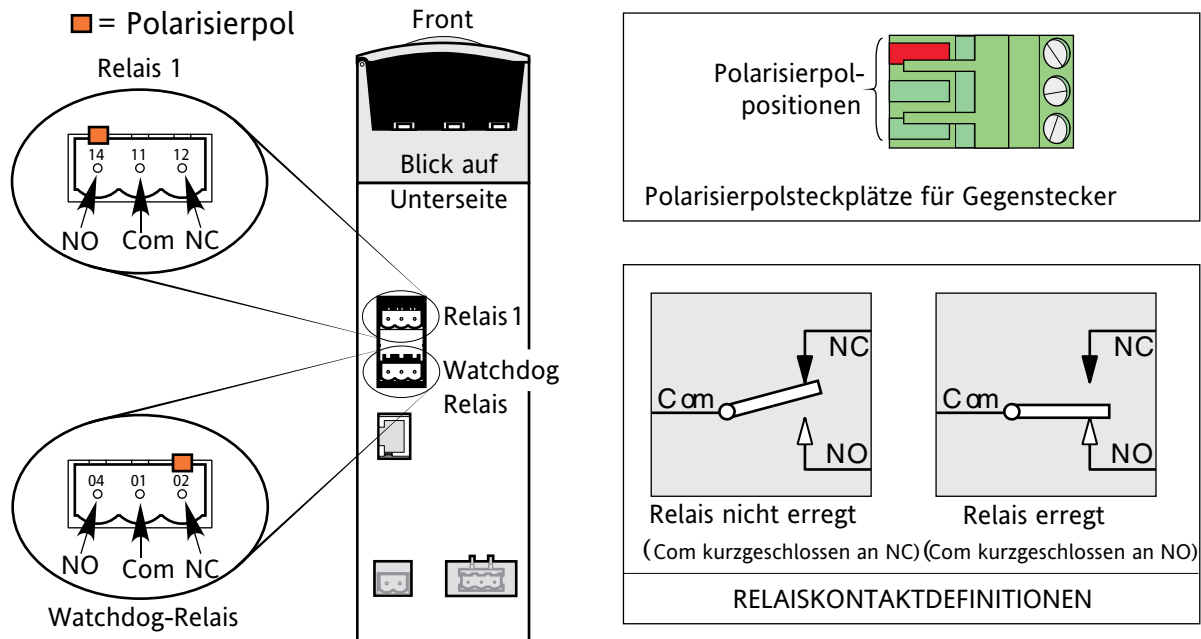

Abbildung 2.2.1d Position und Belegung des Relaissteckers.
Das "Watchdog"-Relais wird mit einem Stecker an der Unterseite des Treibers verbunden (Abbildung 2.2.1d).
Dieses Relais, das serienmäßig im Lieferumfang enthalten ist, befindet sich neben dem Watchdog-Relais (Abbildung 2.2.1d). Die Aktivierung/Deaktivierung der Relaispule wird softwaregesteuert und kann vom Benutzer frei konfiguriert werden. Die Begriffe 'Schließer (NO)' und 'Öffner (NC)' beziehen sich auf das Relais im deaktivierten Zustand.